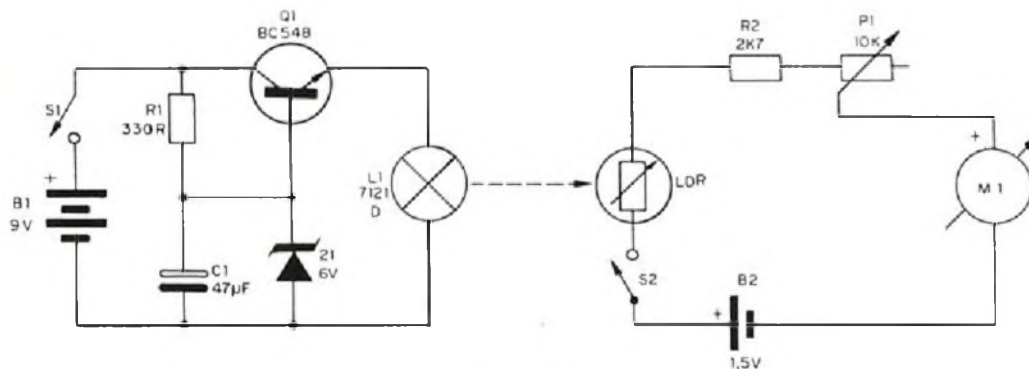

FIGURA 8
-Na figura 8, temos o diagrama completo do aparelho com os valores dos compo-